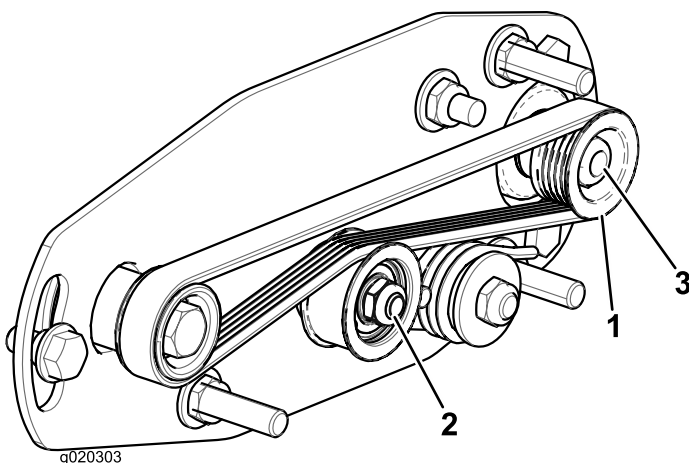
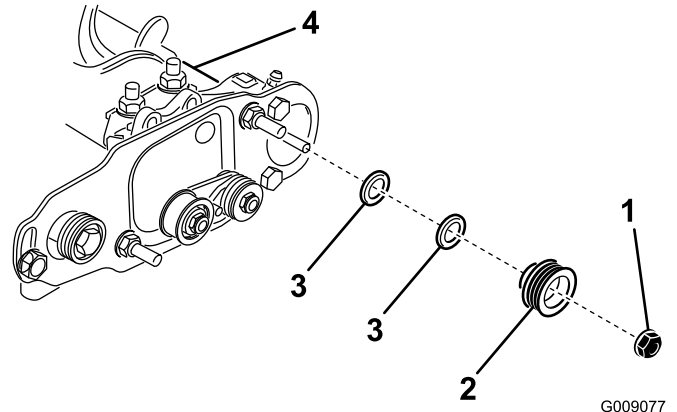

Bild 21
Bild 22
1. Die Antriebsscheibe (an der Rollenbürstenwelle) kann nach innen und außen bewegt werden (Bild 21).
2. Drehen Sie die Spindel, die die Antriebsscheibe dreht, und drücken Sie gleichzeitig den Riemen von der Antriebsscheibe (Bild 21).
3. Entfernen Sie die Sicherungsmutter, mit der die Antriebsriemenscheibe an der Bürstenwelle befestigt ist (Bild 21 oder Bild 22).
4. Nehmen Sie die Antriebsscheibe von der Welle (Bild 22).
5. Wenn die Scheibe nach außen bewegt werden muss, legen Sie eine 0,8 mm dicke Scheibe auf (Bild 22).